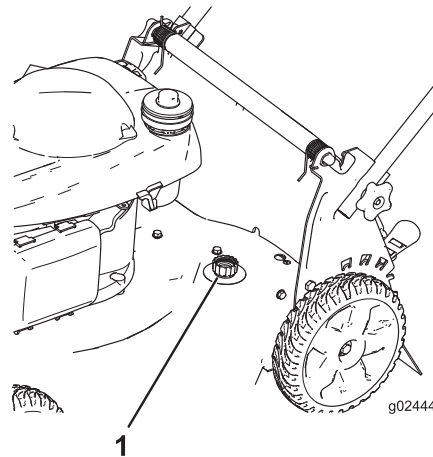

Figure 27
4. Branchez un tuyau d'arrosage, relié à une arrivée d'eau, au raccord de lavage de la machine (Figure 27).